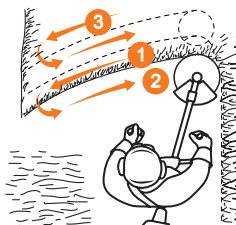

Рис. 11
- Для кошения густой высокой травы перемещайте режущую часть медленно и осторожно справа налево, возвращайте катушку по уже скошенной траектории (Рис. 11).